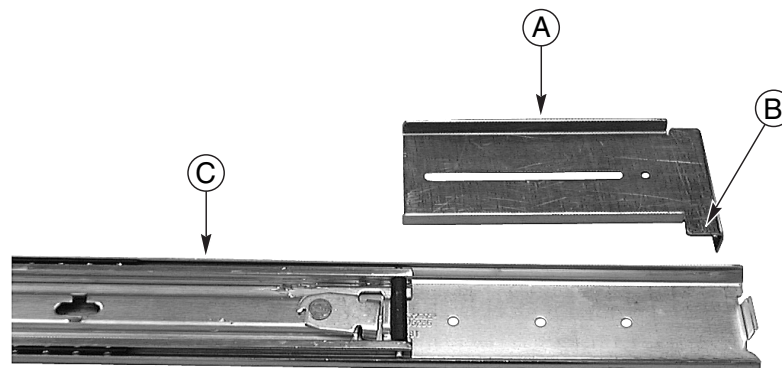

Figura 6 Orientación del soporte FR/RL
3. Coloque uno de los soportes con rótulo FR/RL en la parte exterior del miembro exterior. La lengüeta inferior del soporte debe orientarse correctamente. La letra B de la Figura 6 muestra la orientación correcta.
La Figura 6 muestra cómo se orienta el soporte FR/RL y cómo se extiende el conjunto de rieles corredizos.